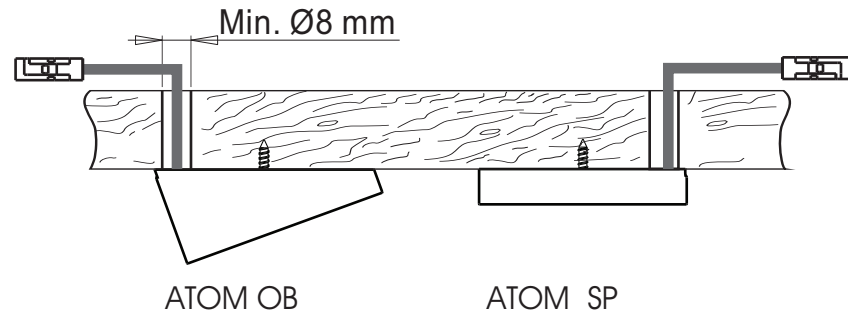

Fig 6
- If necessary, bore a \varnothing \geq 8mm exit hole for the power supply cable as illustrated in figure 6.
- Für den Austritt des Netzkabels ggf. eine Bohrung mit $\varnothing \geq$ 8 mm ausführen (siehe Abb. 6).
- Si besoin, pratiquer pour la sortie du câble d'alimentation un trou de $\varnothing \geq$ 8mm, comme indiqué sur la figure 6.